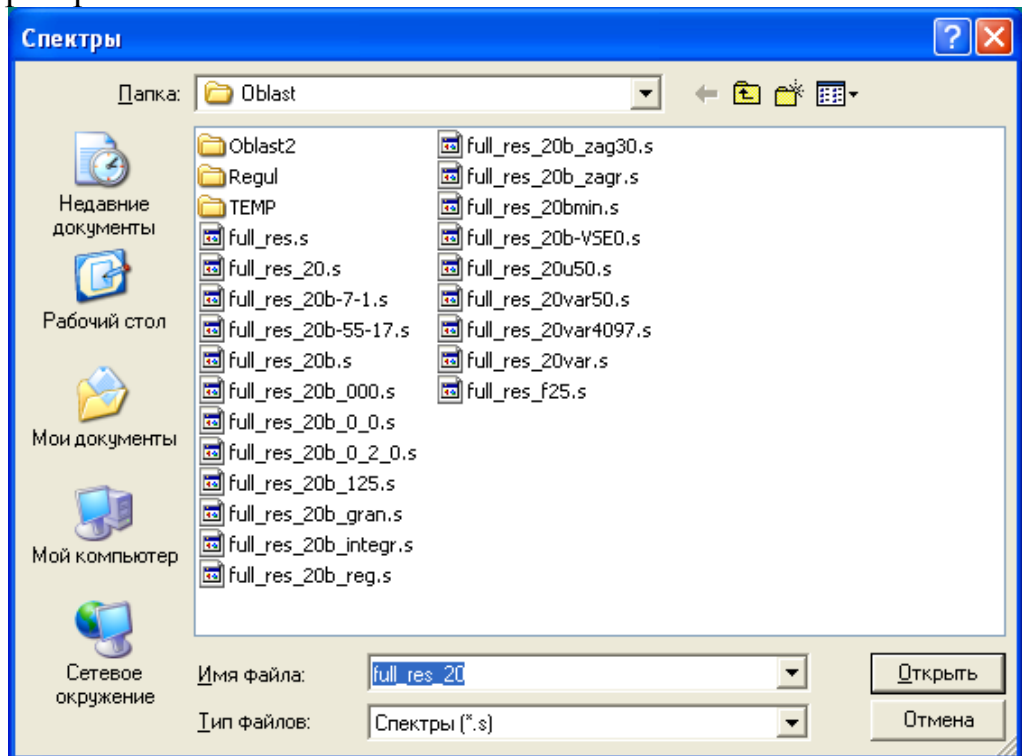

Рис.4.4.
- Расчет импульсного отклика вызывается цепочкой директив *Операции – Расчет – Импульсный отклик*. На экране появляется форма рис.4.4.